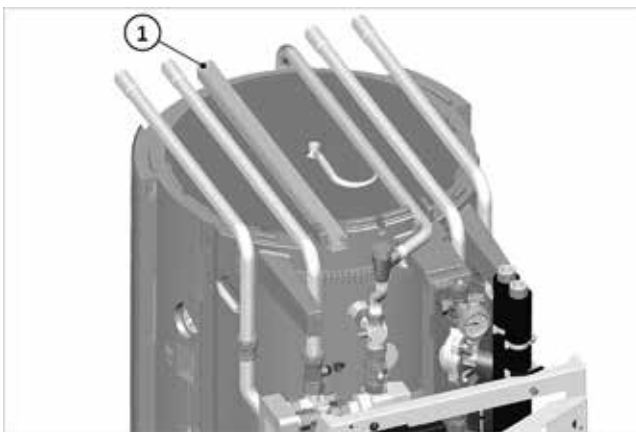

Fig. 44: Canal de guía de cable
1. Extraer el cable de Modbus de la caja de conexión a través del canal guía de cables, ➔ fig. 44 (1), a la zona de la tapa.